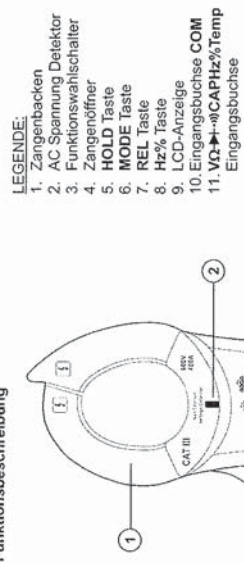

Abb. 1: Gerätebeschreibung
1. Bringen Sie das Gerät einer AC Quelle nah und prüfen Sie, dass sich die rote LED am Fuß der Zange einschaltet (siehe Abb. 1 – Part 2). Dies bedeutet, dass das Gerät die Anwesenheit der Quelle ermittelt hat.